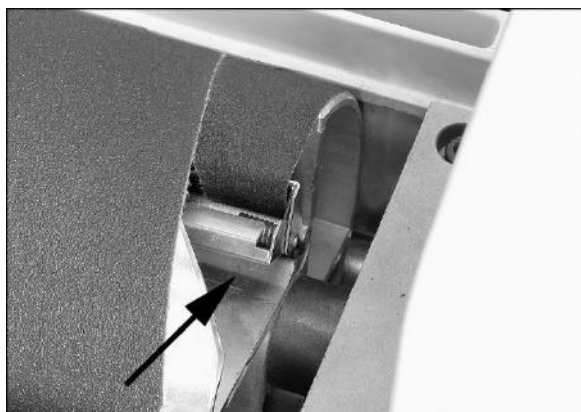

Abb. 6-9
4. Den inneren Aufwickelhebel (Abb. 6-9) drücken und das hintere Bandende so weit wie möglich einführen. Falls nötig das abgeschrägte Ende des Schleifbands abschneiden.